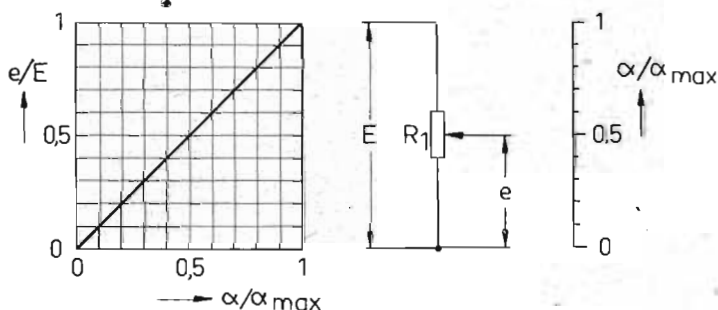
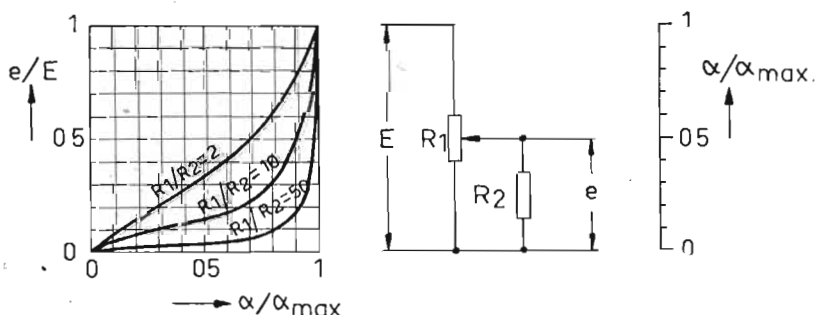
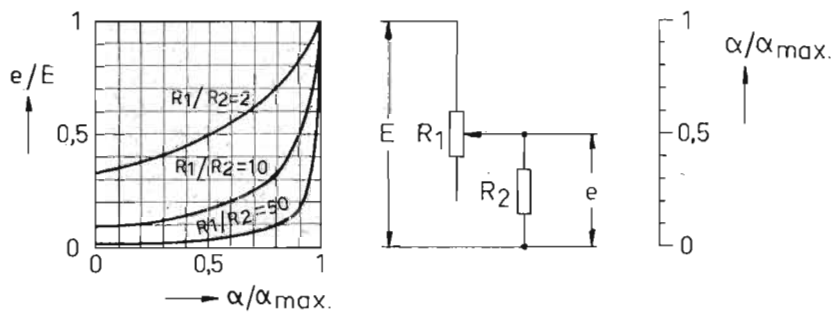

Fig. 1.
Fig. 3.
Fig. 5.
I fig. 1 visas utspänningen som funktion av vridningsvinkeln för en vanlig linjär potentiometer. För att ge resultaten i så generell form som möjligt har koordinataxlarna graderats i relativ utspänning och relativ vridningsvinkel. Med figurens beteckningar gäller alltså sambandet:
Den i fig. 1 visade kurvan för en linjär potentiometer gäller endast så länge potentiometern är obelastad, dvs. så länge icke ström tas från uttaget. Belastas uttaget kommer genast den linjära relationen att övergå i en olinjär. Detta kan utnyttjas genom att man avsiktligt inför en belastning, R_2 i fig. 3 och 4. Undersökes den erhållna skalkaraktären matematiskt finner man, att kurvornas karaktär blir beroende av två faktorer, nämligen potentiometerarmens läge och förhållandet mellan potentiometerens och belastningens resistanser. För kurvorna i fig. 3 gäller ekvationen:
Skillnaden mellan den skalkaraktär som erhålles med kopplingen enligt fig. 4 gentemot den som fås enligt fig. 3 ligger i att den förra blir invers i förhållande till den senare. Som framgår av figurerna påverkas graden av olinjaritet endast av kvoten R_1/R_2 . Genom lämp-
Ofta kan det önskade utspänningsområdet vara mindre än den tillgängliga inspänningen (E). Tar man hänsyn till detta kan ytterligare möjligheter att variera skalkarakterären påvisas. I fig. 5 och 6 visas sålunda ett par möjligheter, som i likhet med fig. 3 och 4 (och även 7 och 8) endast skilja sig med avseende på sättet för uttagande av utgångsspänningen. Förutsätter dessa spänningsdelarkopplingar obelastade gäller för dem ekvationerna:
Sammanfattningsvis kan man alltså säga, att genom systematiskt val av koppling och storlek av i kopplingen ingående komponenter kan man i hög grad påverka skalkarakterären hos en spänningsdelarkoppling där en linjär potentiometer utgör det variabla elementet. De undersökta kopplingarna förutsätta, utom vid fig. 3 och 4, att spänningsdelaren är obelastad. Skulle den vara belastad kan man, genom att tillämpa ekvationerna till fig. 3 och 4 och avsätta de funna punkterna i ett koordinatsystem vars axel e/E graderats efter funktionen för den obelastade spänningsdelaren i stället för likformigt, få fram den skalkarakteristik som erhålles.